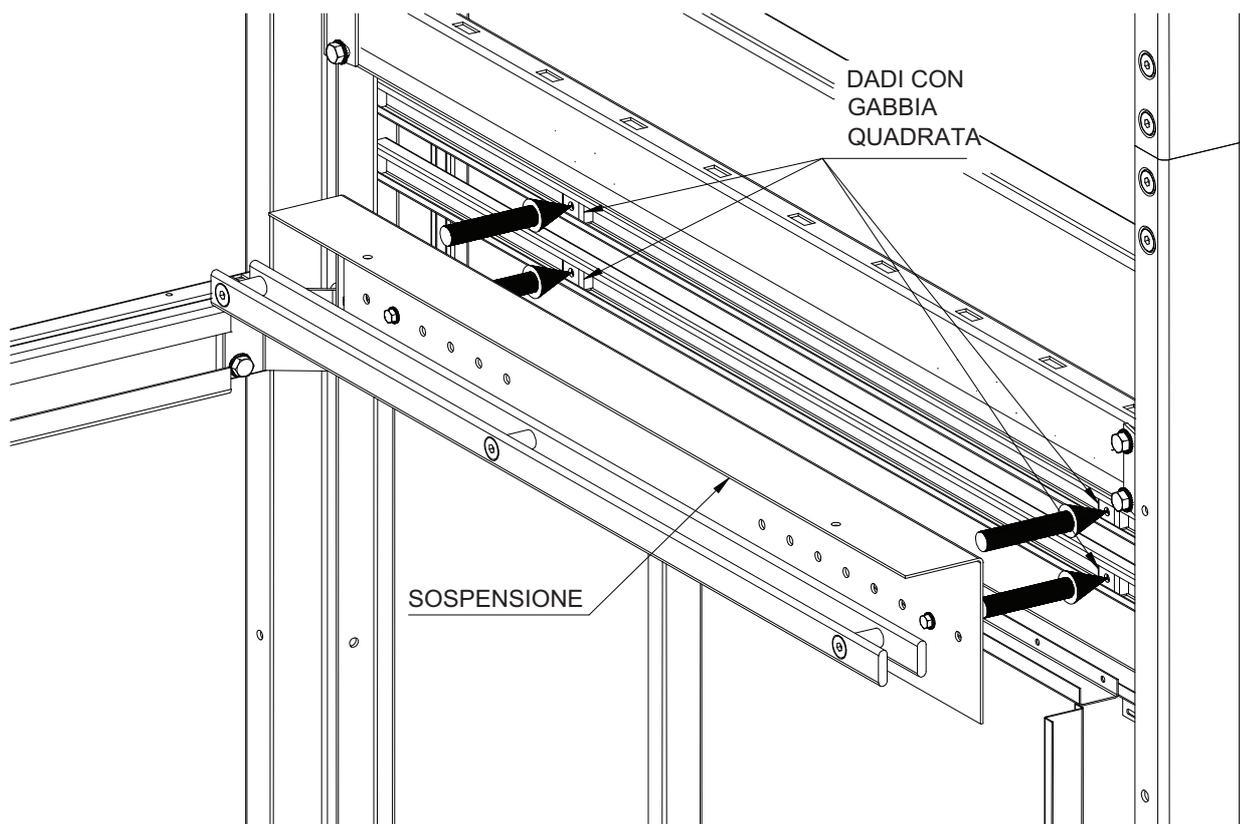

Fig. 16.8
- ✓ Fissare la sospensione serrando le viti sui dadi. Si consiglia di controllare il posizionamento in altezza. (Fig 16.8)